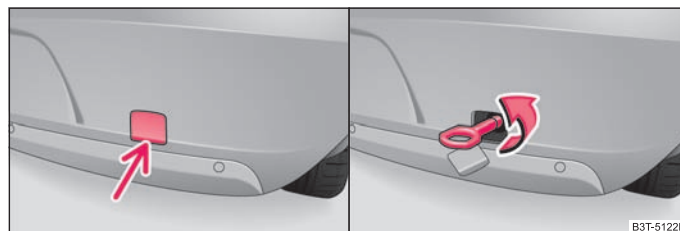

Fig. 204 Paragolpes trasero: Desmontaje de la cubierta / montaje de la argolla de remolque
- Pulse la parte inferior de la cubierta detrás del paragolpes ⇒ fig. 204 - lado izquierdo, y retírela.
- Atornille la argolla de remolque hacia la izquierda hasta el tope ⇒ fig. 204 - lado derecho, y tire de ella lo más firmemente posible. Para fijar el vehículo recomendamos, p. ej. utilizar la llave de rueda*, la argolla de sujeción de otro vehículo o un objeto parecido que se pueda meter a través de la argolla.